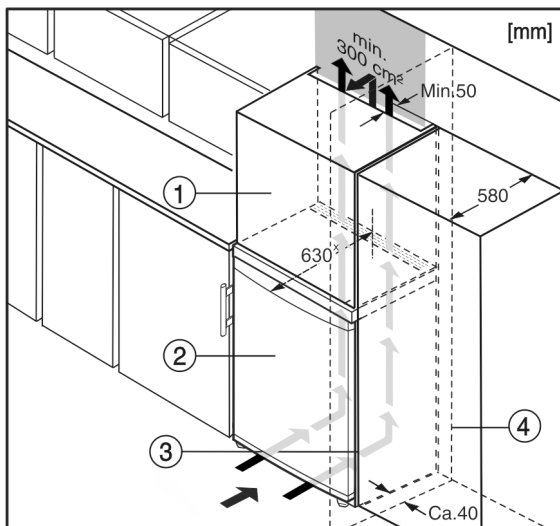

Fig. 5
L'apparecchio può essere incassato in mobili da cucina. Per adattare l'apparecchio Fig. 5 (2) all'altezza della cucina componibile, è possibile applicare sopra l'apparecchio un mobile da appoggio Fig. 5 (1).
Per il montaggio tra due mobili da cucina (profondità max 580 mm) è possibile posizionare l'apparecchiatura direttamente accanto al mobile da cucina Fig. 5 (3). L'apparecchiatura sporge rispetto al frontale del mobile da cucina di 34 mm × ai lati e di 50 mm × al centro dell'apparecchiatura.
Se si installa l'apparecchiatura con le cerniere accanto a una parete Fig. 5 (4), la distanza tra l'apparecchiatura e la parete deve essere di almeno 40 mm, che corrisponde alla sporgenza della maniglia a porta aperta.